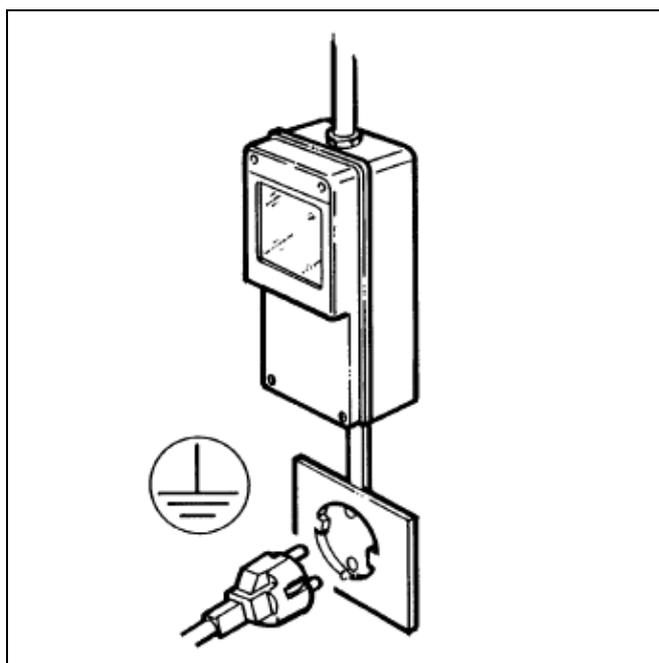

Fig. 1
- S'assurer que le raccordement est effectué à une installation dotée de mise à la terre efficace comme il est prévu par la réglementation de sécurité en vigueur (fig.1).